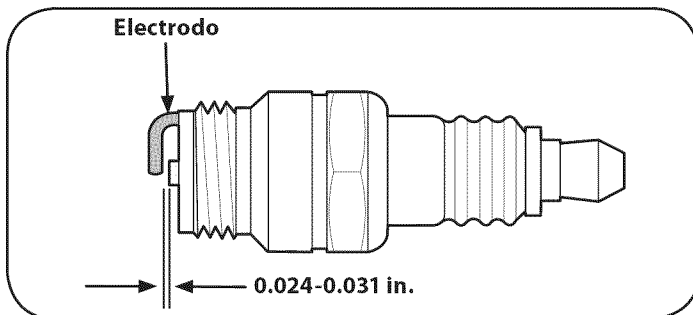

Figura 29
3. Mida la separación de bujía con un calibrador. Corrija de ser necesario torciendo el electrodo lateral. Vea la Figura 29. La separación debe establecerse para que quede entre 0.024-0.031 pulg.